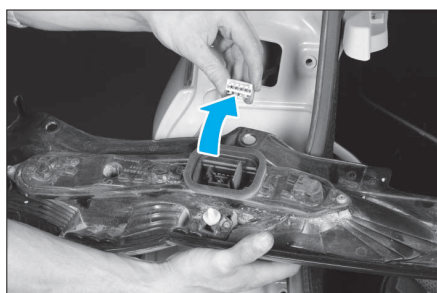

FIG. 91
- Débrancher le connecteur d'alimentation du feu AR (Fig.91).